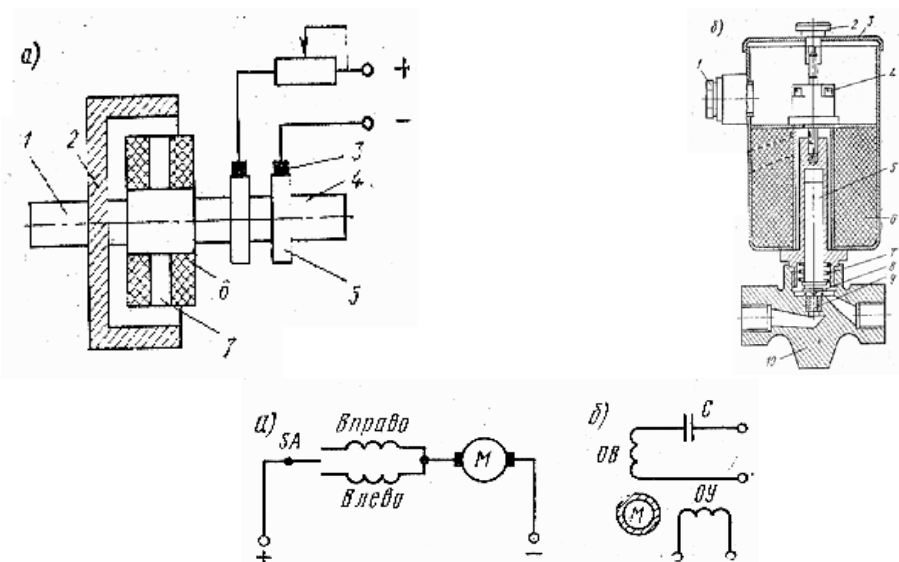

Рис. 2
2. Исполнительные элементы в системах судовой автоматики. Принцип работы исполнительных элементов (рис.2). Применение в системах автоматики